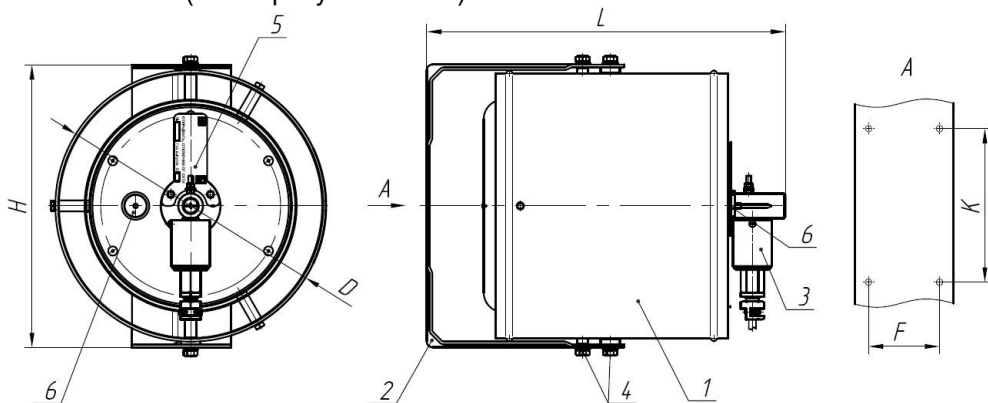

Рис.1.
6. Габаритные и присоединительные размеры (рис.1), мм, не более: <ul style="list-style-type: none"> • длина - L • диаметр - D • ширина – Н • ширина – К • ширина – F 	340 240 250 168 78
3.1. В комплект поставки (рис.1) входит:
4.1. Устройство генератора (рис.1).
7.2. Монтаж генератора производится с помощью кронштейна крепления поз.2 (рис. 1) на жесткой вертикальной конструкции (стены, колонны и др.). Генераторы при установке должны быть так ориентированы, чтобы при их работе струи огнетушащего аэрозоля не оказывали теплового воздействия на пути эвакуации, судовое оборудование, кабельные трассы, аварийное освещение, предупредительную сигнализацию топливные и масляные цистерны и трубопроводы. Генераторы должны быть удалены от путей эвакуации и других районов, где может присутствовать персонал, по крайней мере, на минимальные безопасные расстояния, определенные в соответствии с циркуляром ИМО MSC.1/Circ.1270 для воздействия температур до 75 °С, но они не должны превышать, по возможности, 2,5 м, а так же от горючих материалов по крайней мере, на минимальные безопасные расстояния для воздействия температур до 200°С. Для монтажа на металлических конструкциях кронштейн крепления закрепляется при помощи 4-х винтов М 6х30, которые привариваются к металлической конструкции, 4-х шайб пружинных 6 и 4-х гаек М 6 (Метизы в комплект не входят). Учитывая, что генератор обеспечивает объемное тушение, то максимально быстро создать концентрацию аэрозоля в зоне возможного возникновения пожара можно направлением оси генератора на неё с помощью 4-х регулировочных винтов М8 поз. 6 (рис. 1).